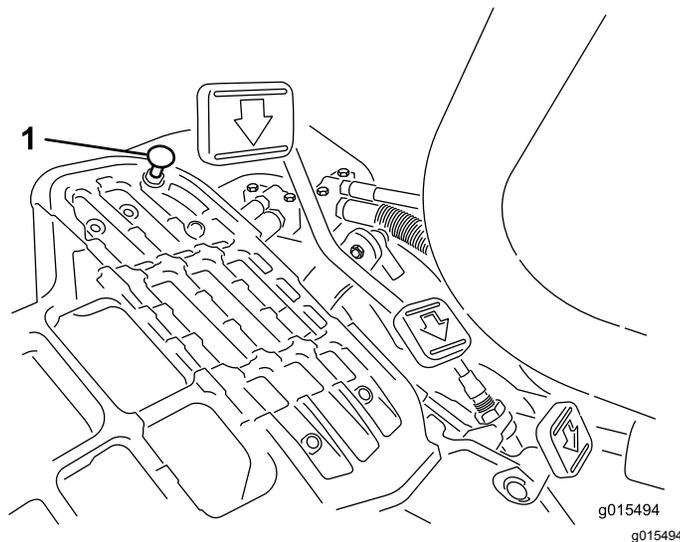

Figure 32
Pour obtenir la vitesse de transport maximale, placez le sélecteur de fonction en position de TRANSPORT et appuyez sur la pédale de déplacement. Si la pédale touche la butée (Figure 32) avant que la tension soit ressentie sur le câble, procédez comme suit :
1. Placez le sélecteur de fonction à la position de TRANSPORT et desserrez le contre-écrou de fixation de la butée de pédale au plancher (Figure 32).